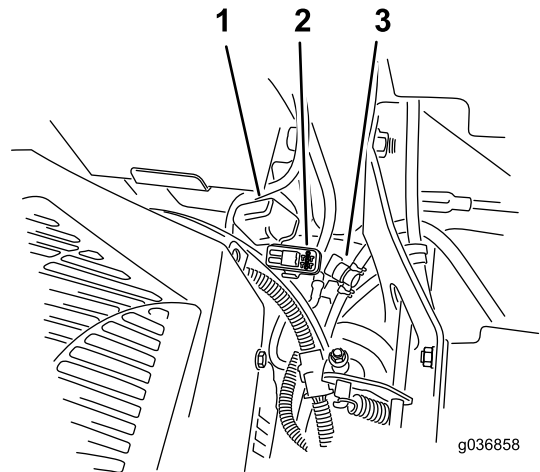

Figure 72
Les fusibles sont situés sur la console droite, près du siège (Figure 72).
2. Remplacez le fusible (Figure 72).